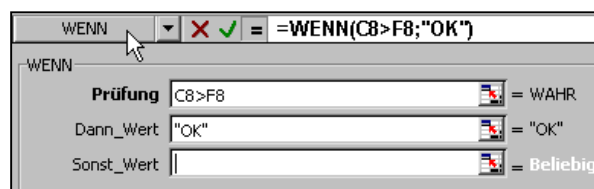

Bild 5: Bei der Formeleingabe wird links das Namenfeld zur Auswahlliste für Funktionen.
5. Setzen Sie den Cursor in das Feld *Sonst_Wert*. Klicken Sie links neben der Bearbeitungszeile auf die Schaltfläche *WENN* (siehe Bild 5 oben links).